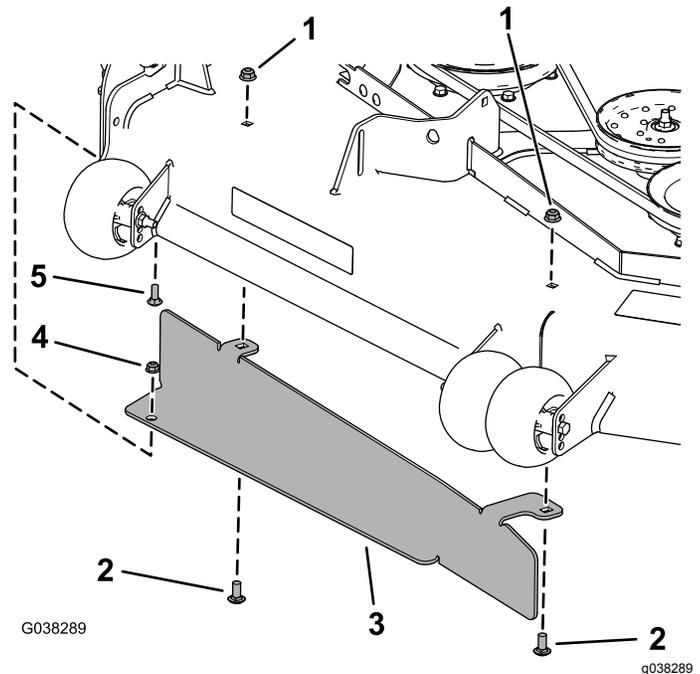

Figura 33
2. Instale el deflector usando el perno de cuello cuadrado (5/16" x 7/8"), la tuerca con arandela prensada (5/16"), 2 pernos de cuello cuadrado (3/8" x 7/8") y 2 tuercas con arandela prensada (3/8"), según se muestra en Figura 33.